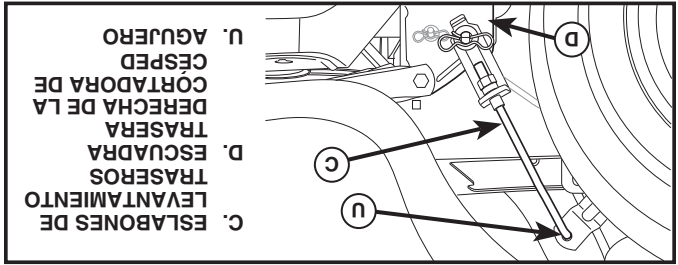

Fig. 13
SEROS (C) (Vea Fig. 13)
- Inserte el extremo de varilla del eslabón de levantamiento trasero (C) dentro del agujero (U) en el brazo de suspensión hacia abajo hacia la cortadora de césped.
- Levante la esquina trasera de la cortadora de césped y ubique la ranura en el conjunto de eslabones sobre la chaveta en la escuadra trasera de la cortadora (D); asegure con una arandela grande y un resorte de retención grande.